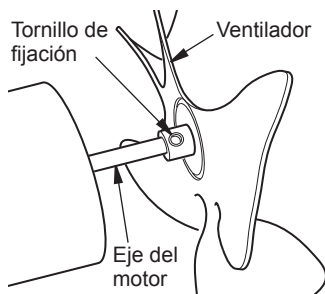

Figura 8 - Ubicación del ventilador, del eje del motor y del tornillo de fijación
IMPORTANTE: Extraiga el ventilador del eje del motor antes de retirar el motor del calentador. El peso del motor colocado sobre el ventilador puede dañar la inclinación correcta del ventilador (consulte la figura 8).
3. Utilice una llave Allen de 1/8" para aflojar el tornillo de fijación que une el ventilador al eje del motor (consulte la figura 8).